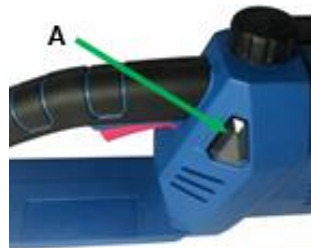

Fig. 7
Une lubrification adéquate de la chaîne pendant les opérations de coupe est essentielle pour minimiser les frictions avec le guide-chaîne. Votre scie à chaîne est équipée d'un système de graissage automatique. Le graisseur fournit automatiquement la quantité appropriée d'huile au guide-chaîne et à la chaîne. Le niveau du réservoir d'huile peut être vérifié dans la fenêtre d'inspection d'huile (A) située sur le côté droit de la scie (Fig. 7).